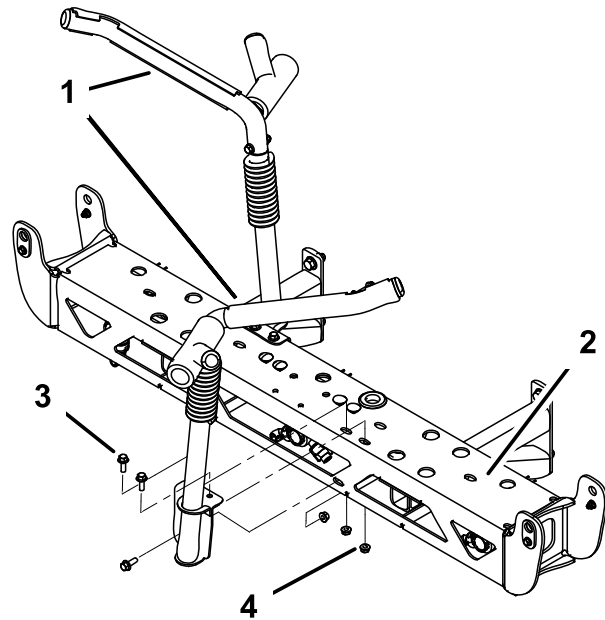

Figura 25
- Instale los soportes de transporte de los brazos al brazo central usando 6 pernos (3/8 x 1-1/4 pulgadas) y 6 contratuercas (3/8 pulgada). Oriéntelos según se muestra en Figura 25